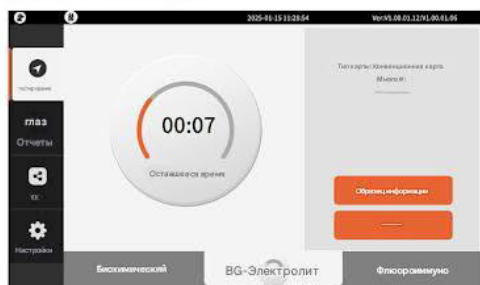

рис. 4-5-2
- 2) Поместите карту реагента с добавленными образцами в слот EG и нажмите [Подтвердить], чтобы войти в интерфейс, показанный на рис. 4-5-2.